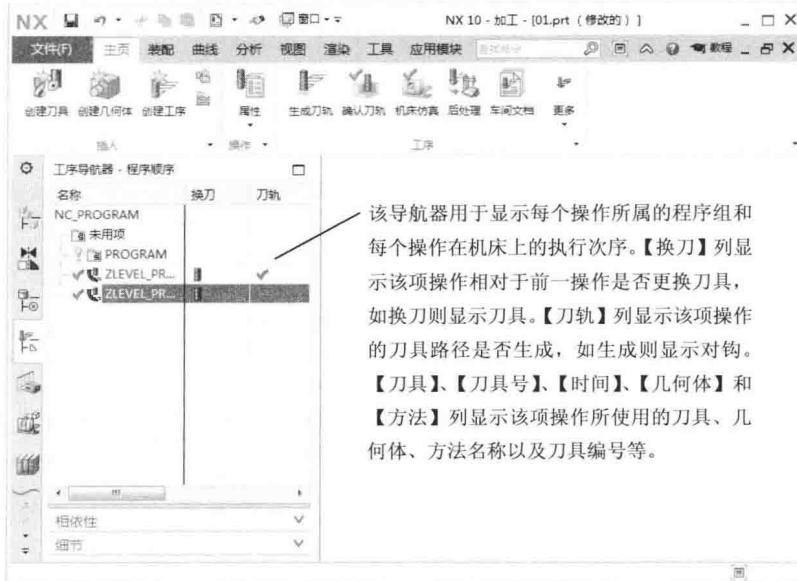

图 1-5 工序导航器
【导航器】工具条包括【程序顺序视图】、【机床视图】、【几何视图】和【加工方法视图】等。在【导航器】工具条中单击【工序导航器】按钮⑤，可以打开如图 1-5 所示的窗口。